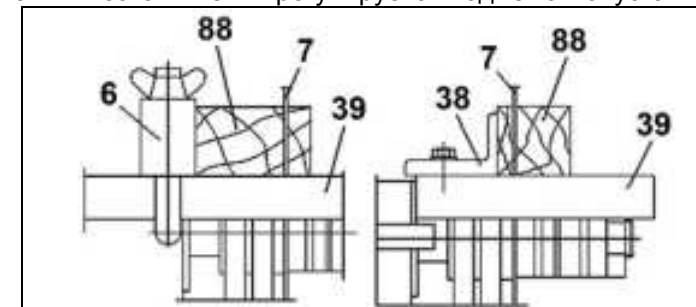

Рис. 27
9.6.5. Перед выполнением строгания паза или фаски демонтируйте пильный диск (7), сверлильный патрон (76); ручкой (41) отключите автоподачу. Две защитные планки (10) должны быть установлены, Рис.27.